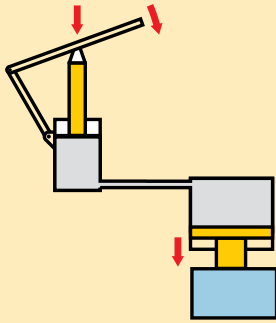

Figura 1
1.1 Un mecanismo simple de sujeción hidráulica (Figura 1).
El proceso hidráulico de sujeción consiste en la adecuada aplicación de fuerzas creadas por un sistema hidráulico de sujeción con el objetivo de asegurar una pieza de trabajo. Un sistema hidráulico de sujeción consta de los componentes que se ilustran en la Figura 1, la cual muestra la disposición y el principio de funcionamiento básicos correspondientes al uso de medios hidráulicos.